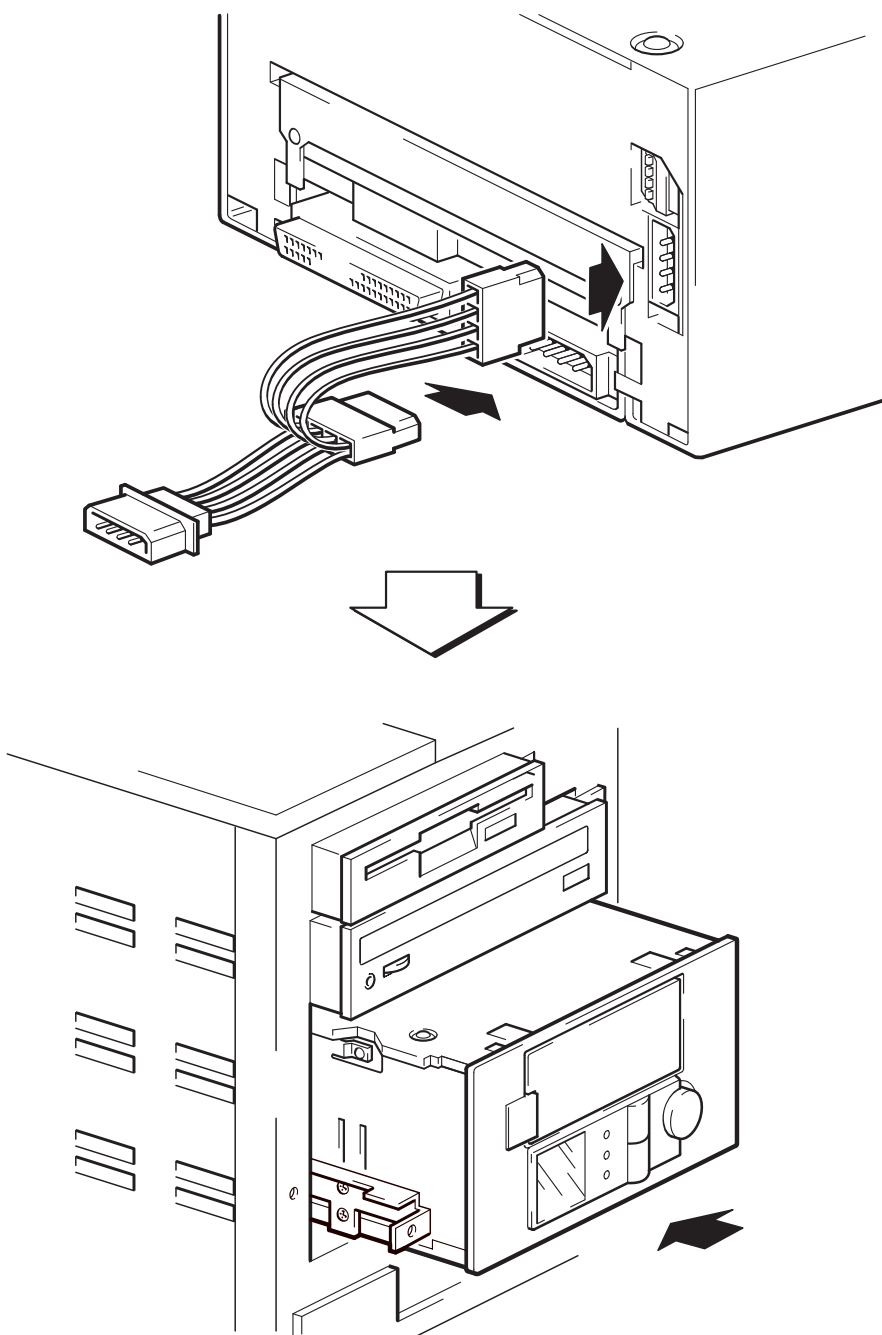

Figura 8: collegamento del cavo a Y e installazione del dispositivo
- 1 Collegare i connettori femmina del cavo a Y alle due prese di corrente del caricatore automatico, come illustrato nella figura 8.
- 2 Fare scorrere il caricatore automatico nel vano aperto, allineando il supporto o le guide con gli slot all'interno del vano, come illustrato nella figura 8.